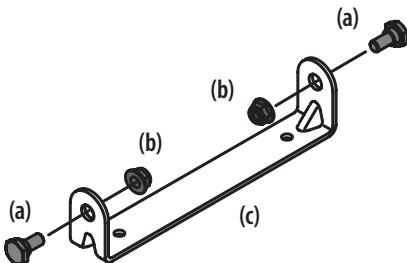

Figura 6
1. Extraiga los pernos con reborde (a) y las tuercas de seguridad (b) del soporte de montaje del asiento (c) incluido en el paquete de herrajes. Consulte la Figura 6.